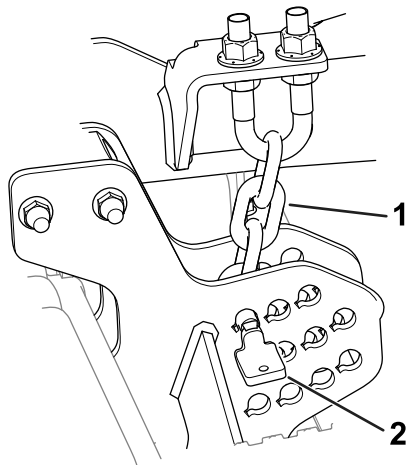

Bild 19
2. Entfernen Sie die Schnitthöhenstifte (Bild 19) von den Seitenplatten des Mähwerks.